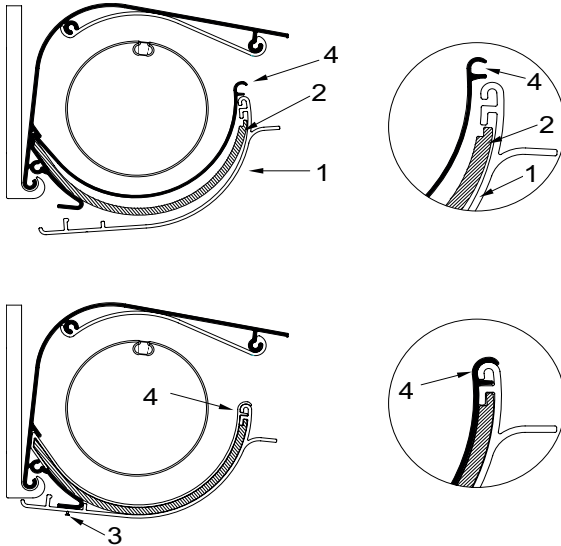

Abb. 20: Montage des Blendenunterteils
- » Nehmen Sie das Blendenunterteil (1 – Abb. 20) und hängen dieses in die Stützbügel (2 – Abb. 20) ein. Drücken Sie die Gleitschalen (4 – Abb. 20) dabei nach hinten.
- » Klappen Sie das Blendenunterteil hoch und verschrauben Sie dieses dann von unten (3 – Abb. 20) mit Senkkopfschrauben M4 x6 TX20 (im Endmontage-geset, (2 – Abb. 20)
- » Clipsen Sie die Gleitschalen (4 – Abb. 20) in die Nut des Bodens ein.